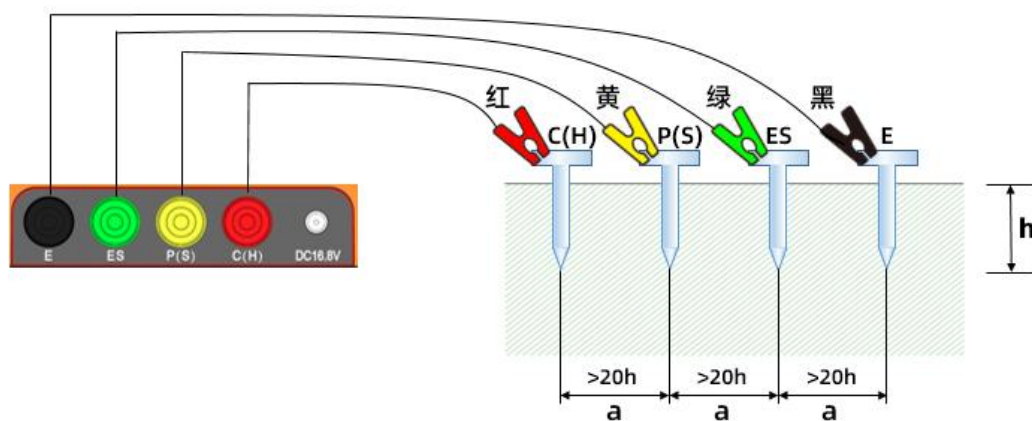

图 11 土壤电阻率测试接线示意图
- 1) 按照图 11 错误!未找到引用源。所示进行接线，土壤电阻率使用四极法（温纳法）进行测量，注意辅助接地棒的间距( $a$ )及埋入的深度( $h$ )，分别将 C(H)、P(S)、ES、E 辅助接地棒呈一条直线深埋入大地，用对应测试线连接辅助接地棒和仪器接口。